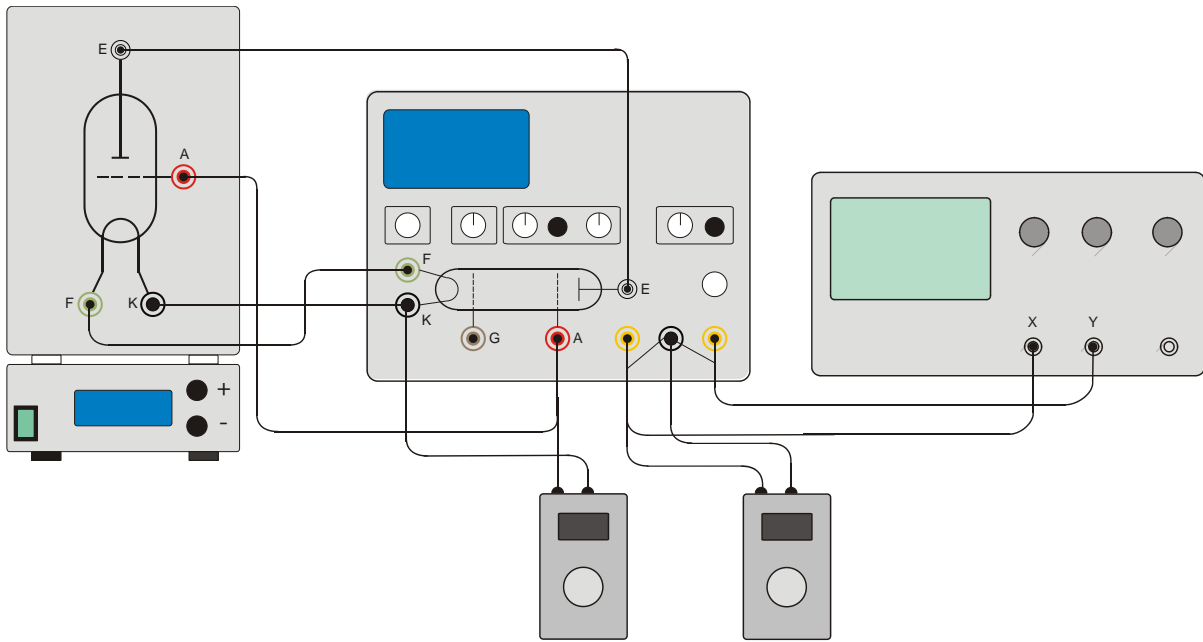

Fig. 3 Experimenteller Aufbau Franck-Hertz-Röhre mit 2 Digital-Voltmetern
- Digital-Voltmeter am Signalausgang (U_X) und der Massebuchse anschließen (siehe Fig. 3).